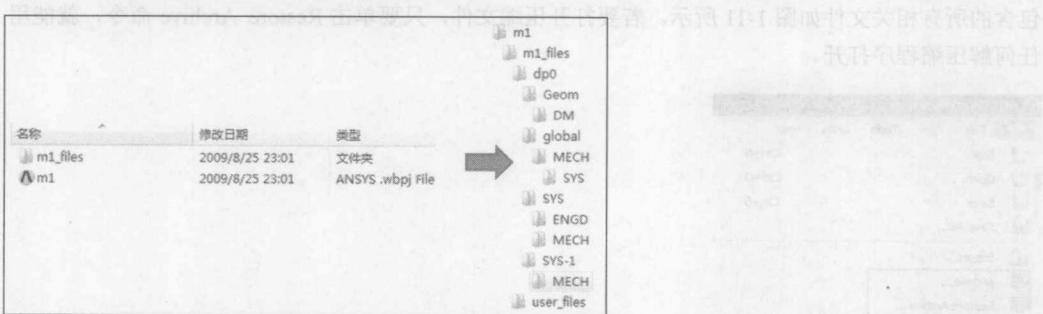

图 1-9 Workbench 12 的文件管理
ANSYS Workbench 12 中的文件管理与先前版本的文件管理相差很大。在 Workbench 12 中是通过创建一个项目文件和一系列子目录来管理所有相关文件的。用户应该允许 ANSYS Workbench 12 管理其内容。在这些目录中，读者请不要随便手动修改其内容或结构的项目目录。当创建了单个项目保存文件（格式为.wbpj）后，用户指定的项目文件名称（如 m1.wbpj）、一些子目录等都将被创建在该项目目录下，如图 1-9 所示。
- **global:** 包含每个子目录中的应用分析。图 1-9 中在右侧的 MECH 目录中包含仿真分析的数据库等相关文件。